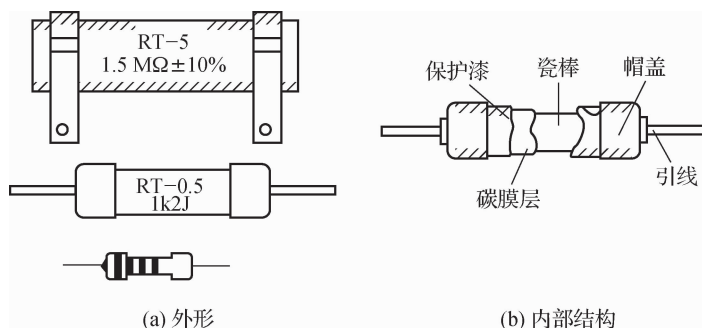

图 1-9 碳膜电阻器的外形和内部结构
(3)碳膜电阻器。碳膜电阻器是由结晶炭沉积在磁棒或瓷管骨架上制成的,稳定性好、高频特性较好,并能工作在较高的温度下(70°C),改变碳膜的厚度和用刻槽的方法变更碳膜的长度,可以得到不同的阻值。目前在电子产品中得到广泛的应用,其涂层多为绿色。碳膜电阻器的外形和内部结构如图 1-9 所示。